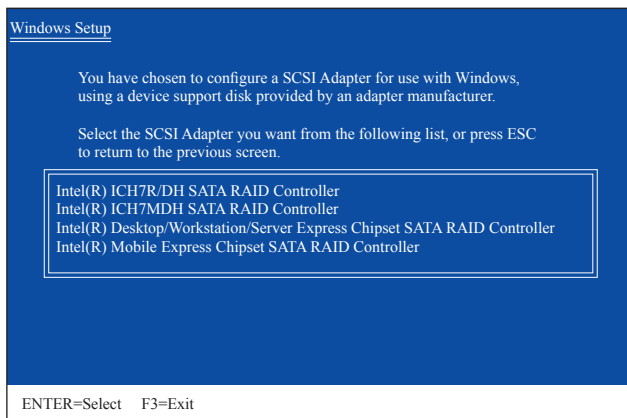

図 2
SATA RAID/AHCIドライバを含むフロッピーディスクを挿入し、<Enter>を押します。次に、以下の図 2 のようなコントローラメニューが表示されます。**Intel(R) Desktop/Workstation/Server Express Chipset SATA RAID Controller** を選択し、<Enter>を押します。AHCIモードの場合、キーボードの矢印キーを使用して **Intel(R) 7 series/ C216 Chipset family SATA AHCI controller** アイテムにスクロールし <Enter> を押します。